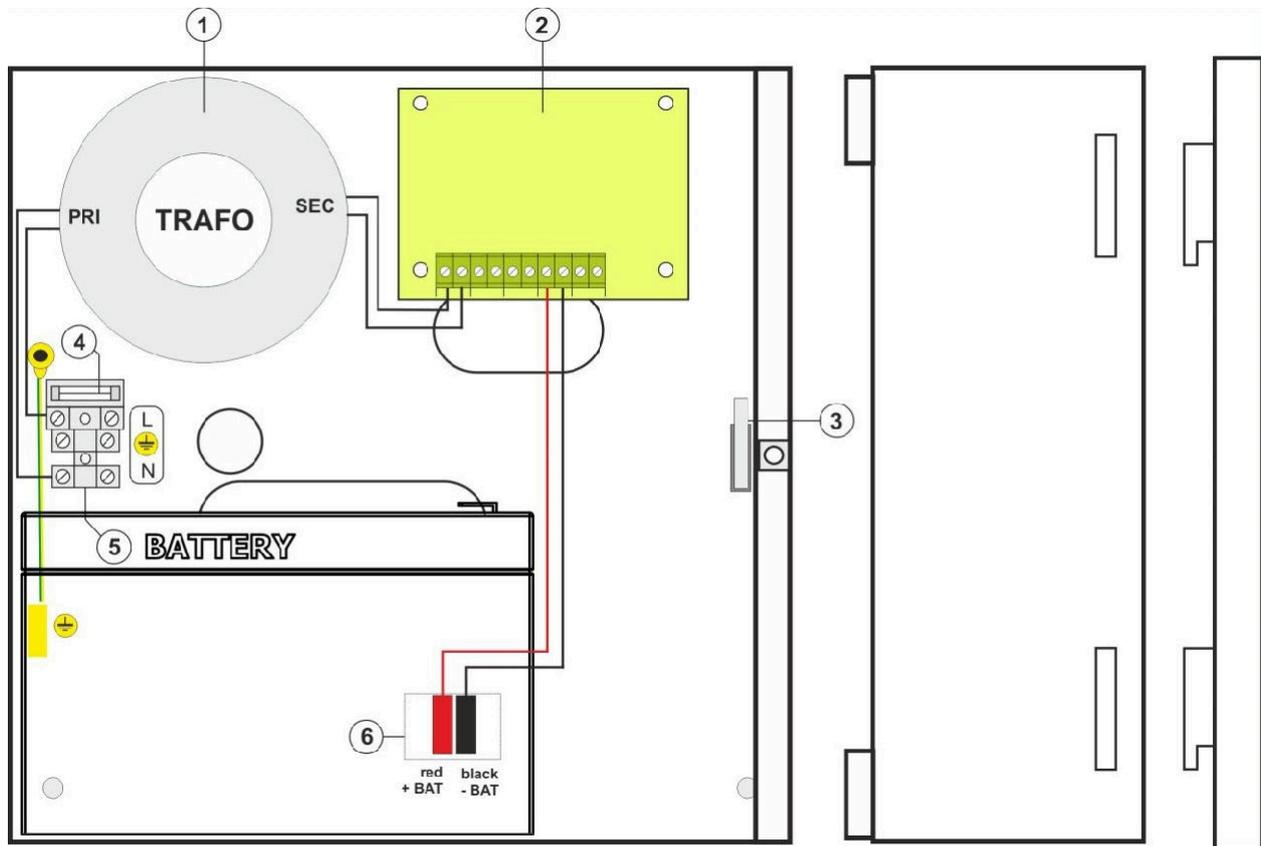
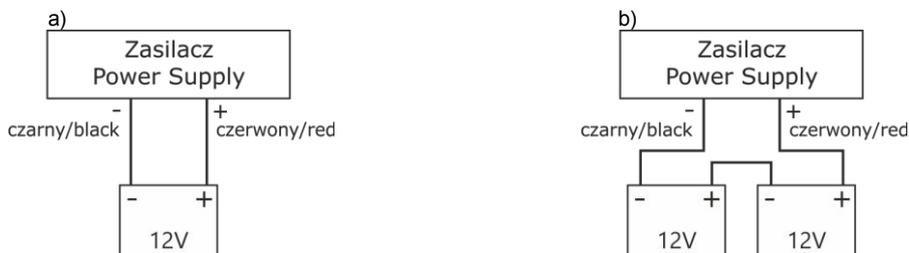

Fig.3. Vue de la PSU.
Fig. 4 Raccordement des batteries en fonction de la version de tension de l'alimentation :
6. Montez la batterie dans le compartiment de la batterie du boîtier (Fig. 3). Connecter les batteries à l'unité d'alimentation en veillant à respecter la polarité et le type de connexion (Fig.4) :